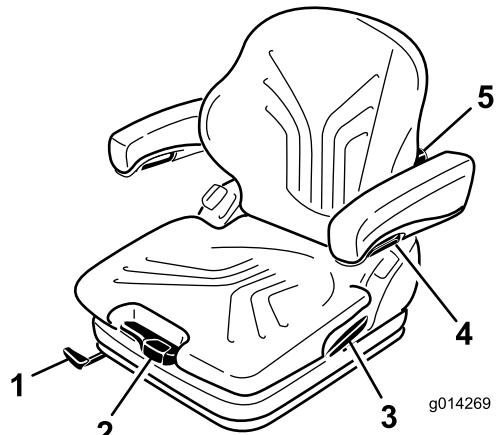

Figure 24
Le siège est réglé pour le poids du conducteur en tirant ou en poussant le levier de réglage correspondant (Figure 24).
1. Levez le levier pour débloquer et régler le siège (Figure 24).
En tournant le bouton de réglage vers le haut, vous pouvez régler le renflement de la partie supérieure du dossier. En tournant le bouton vers le bas, vous pouvez régler le renflement de la partie inférieure du dossier (Figure 24).
Pour régler la hauteur des accoudoirs, séparez le cache rond (Figure 24) du couvercle, desserrez l'écrou hexagonal (13 mm) qui se trouve derrière, réglez les accoudoirs à la position voulue puis resserrez l'écrou. Replacez le cache sur l'écrou.
Pour régler l'angle des accoudoirs, tournez le bouton de réglage (Figure 24).
Tirez sur le levier pour libérer le verrou du dossier (Figure 24). Lorsque le verrou est libéré, ne vous appuyez pas contre le dossier.